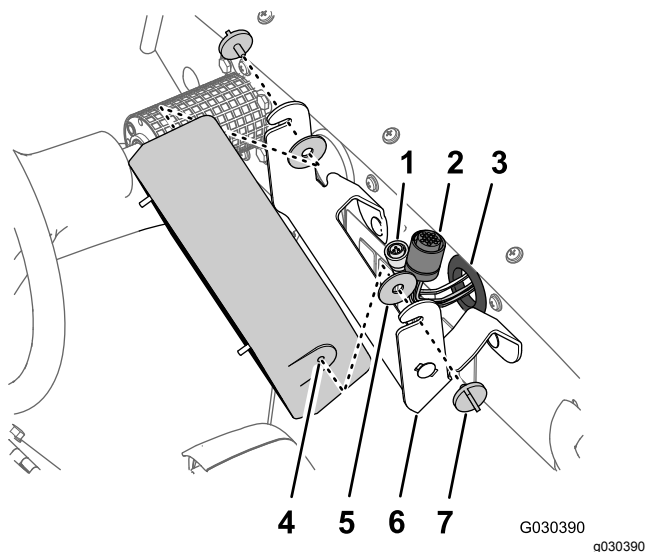

Figura 6
3. Rimuovete le manopole su ciascun lato della consolle di comando (Figura 6).
4. Rimuovete la consolle di comando e le 2 rondelle elastiche dalla staffa di supporto (Figura 6).
5. Spingete il cablaggio, il connettore a 3 prese e il connettore a 16 prese attraverso il gommino nel cruscotto (Figura 6).